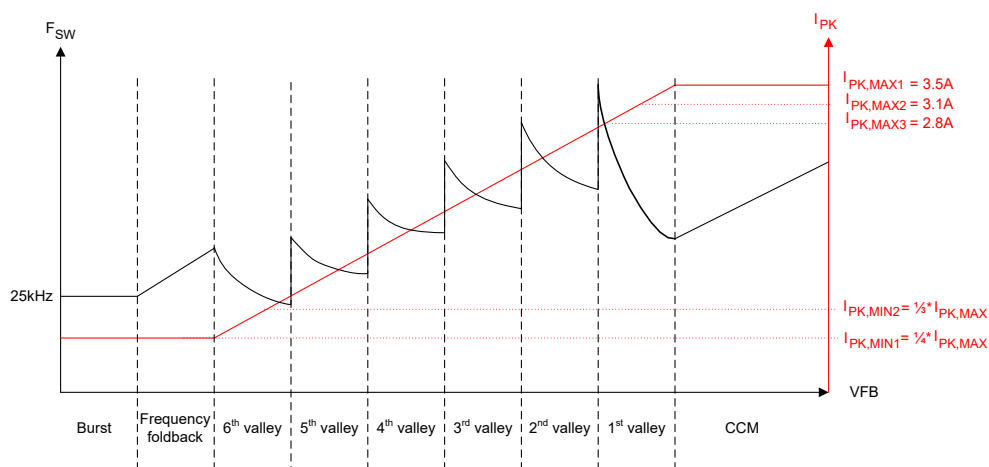
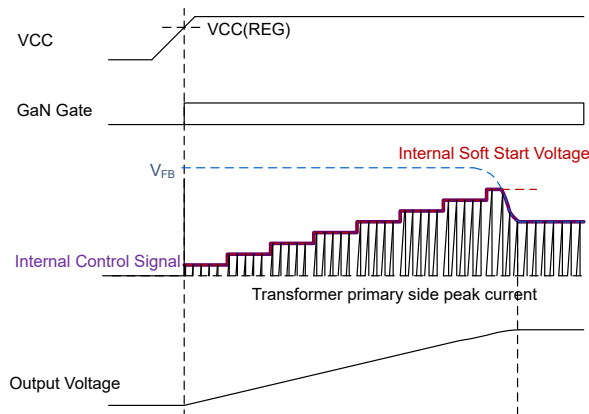

图 7-4. UCG2883x/4x 控制律
图 7-9. 软启动序列
将反馈 (FB) 引脚连接到光耦合器的集电极, 以进行输出调节。该引脚具有内部 $60\text{k}\Omega$ 上拉电阻器, 用于光耦合器偏置。该引脚上的瞬时电压根据 图 7-4 中的控制律决定开关频率、峰值电流和运行模式 (突发、折返、谷底开关或 CCM), 以提供所需的输出功率。在该引脚与接地端之间连接一个 100pF 或 220pF 电容器, 用于滤除高频噪声。
因此，对于 UCG2883x/4x，初级 GaN HEMT 会在每个开关周期达到峰值电流阈值后关断，接着又在不连续模式 (DCM) 运行期间在磁化环的一个目标谷底处导通。瞬时初级峰值电流和目标谷底由反馈 (FB) 引脚电压根据图 7-4 的控制律确定。将 FB 引脚连接到光耦合器集电极。负反馈环路将 FB 引脚电压设置为所需值，以支持输出端的特定 V_{OUT} 和 P_{OUT} 。该器件可在以下四种运行模式之一下运行：突发模式、频率折返模式、谷底开关模式或连续导通模式，如下文所述。
在图 7-4 所示的控制律中，UCG2883x/4x 支持灵活选择最大峰值电流 $I_{PK,MAX}$ ，以优化额定负载下的开关频率以及变压器尺寸。对于每个 $I_{PK,MAX}$ 设置，可对最小峰值电流 $I_{PK,MIN}$ 使用 1/3 或 1/4 的调节率。当反激式转换器在频率折返或突发模式下运行时，该 $I_{PK,MIN}$ 值决定轻负载条件下的开关频率和损耗。对于所有 $I_{PK,MAX}$ 和 $I_{PK,MIN}$ 值，控制律峰值电流与反馈电压的斜率保持不变，如方程式 1 所示。表 7-5 展示了表 7-2 的不同峰值电流设置下不同模式之间和谷底之间转换的阈值电压。
UCG2883x/4x 根据设计可在谷底进行软开关和初级 FET 导通，从而减少开关损耗。该转换器在谷底开关模式下运行，但峰值负载瞬态期间除外，在此期间可以将控制转换为 CCM 模式（在使用 CFX 引脚时启用）。在谷底开关模式下，目标谷底和峰值电流阈值受图 7-4 和方程式 1 的控制律控制：
如图 7-4 所示，一旦随着输出功率的增大而达到第 1 个谷底 QR 运行边界，控制器就会将 I_{PK} 钳位至最大选定值 $I_{PK,MAX}$ ，并开始缩短 CCM 模式下的次级导通时间 T_{OFF} 。 T_{OFF} 的缩短与 FB 引脚电压的增加成正比，直到经过 QR 模式关断时间的 30%，最高达到 QR 模式输出功率输送能力的 1.7 倍。根据应用要求，需要使用一个足够大的初级侧磁化电感 L_M 来防止在 CCM 模式下达到频率钳位，并避免任何可能增加输出电压纹波的次谐波振荡。在 CCM 模式下，开关频率钳位的钳位频率加倍，以尽可能提高峰值功率能力。对于持续时间较长的输出功率瞬态，转换器在 10ms CCM 计时器到期后返回到第 1 个谷底 QR 模式，运行 4 个 QR 开关周期，然后再恢复 CCM 运行。该操作每 10ms 重复一次，直至功率降低到不再需要 CCM 运行为止。该器件可根据表 7-4 中的值，通过 CFX 引脚到 GND 之间的电阻器灵活地启用或禁用 CCM 模式运行。
导通后，反激式转换器从 0V 输出电压开始。低电压会导致反馈电压 FB 钳位至其最大值并触发过载保护。为防止出现钳位，UCG2883x/4x 将以软启动模式启动。如图 7-9 所示，在此期间，内部 FB 电压斜坡在 4ms 内，以八个阶跃从 0V 增加到最大值。内部 FB 斜坡最大值等于 $I_{PK,MAX}$ 设置的 80%，且会随着 IPS 引脚上的不同电阻器设置而变化。在软启动期间，内部斜坡电压和实际 FB 引脚电压中的较小者用于确定图 7-4 的控制律中的器件工作点。当内部 FB 斜坡电压在 4ms 结束时达到最大值，控制将传输到 FB 引脚电压以进行输出调节。每次启动时或从故障（自动重试或锁存）和欠压条件恢复时，都会执行软启动序列。最小频率钳位仅在软启动期间更改为 10kHz（在正常运行期间，则为 25kHz）。10kHz 最小频率钳位在启动时（此时谷底缺失）很有帮助，并且控制律会强制初级 GaN HEMT 从最后一个导通边沿（如果谷底缺失）开始每 100 μs 导通一次，以对输出电容器充电。